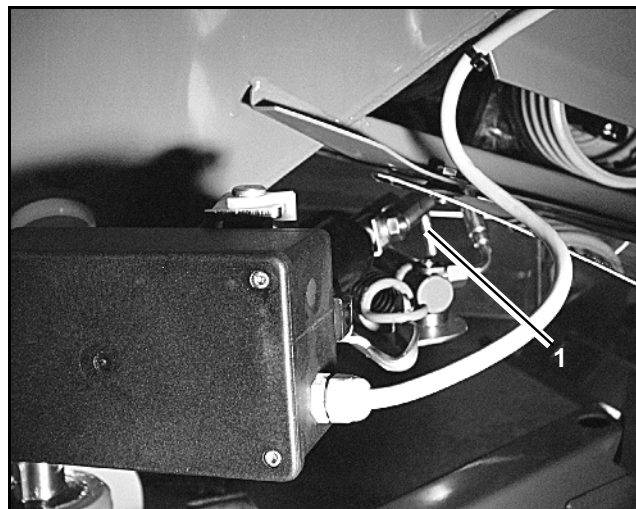

Fig. 7
**Die ausgehängte Verstellspindel (Fig. 7/1) mit Hilfsmitteln gegen das Einschwenken in den Arbeitsbereich des Hydraulikzylinders sichern.**